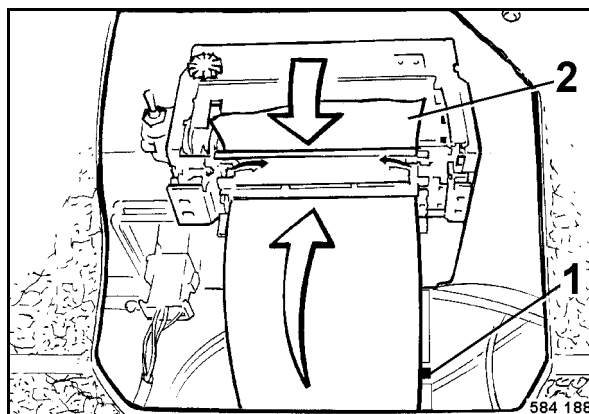

Fig. 116
- Sacar el eje 1 (Fig. 116) con el resto del rollo de papel (2).